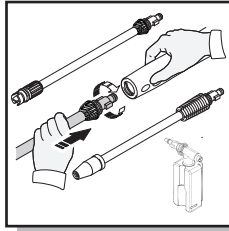

Fig. 7
- Mientras que la pistola está en la posición de bloqueo, inserte el turbo lance, la lanza de pulverización ajustable, o la botella de detergente directamente en el extremo de la pistola de pulverización insertando y apretando y girando hacia la derecha simultáneamente. Para quitar empujar juntos y girar en sentido contrario a las agujas del reloj (Fig. 7). Presione el botón de bloqueo de seguridad para bloquear el desencadenador cuando lanzas cambiantes o depósito de detergente, a fin de garantizar que no expulse accidentalmente con fuerza durante la extracción.